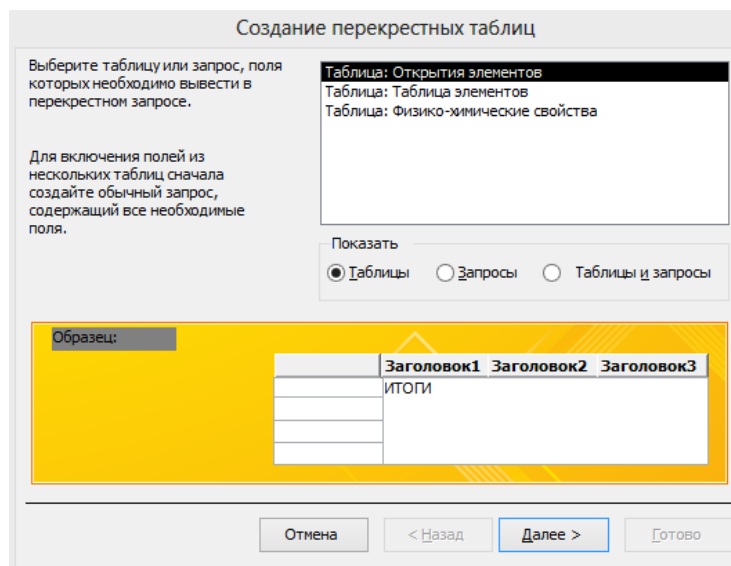

Рисунок 78 – Диалоговое окно *Создание перекрестных таблиц*
4. Будет запущено в диалоговом окне *Создание перекрестных таблиц* (рисунок 78).